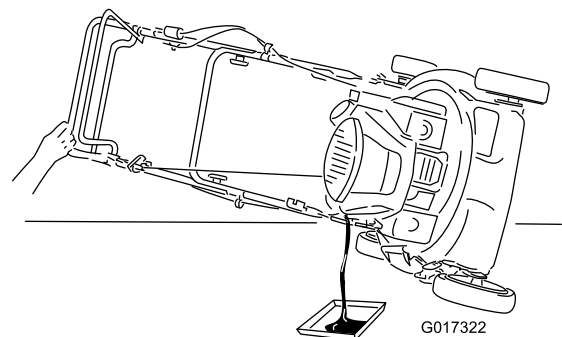

Figura 17
3. Ponga el cortacésped de lado (con el filtro de aire hacia arriba) para drenar el aceite usado a través del tubo de llenado de aceite (Figura 17).